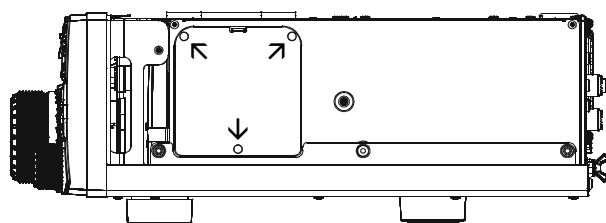

ABBILDUNG 2
4. Wie in Abbildung 2 gezeigt, befindet sich auf der rechten Seite des Transceivers eine Metallplatte, unter der sich die Einbauposition des Filters befindet. Die drei Schrauben der Metallplatte lösen und die Platte abnehmen.